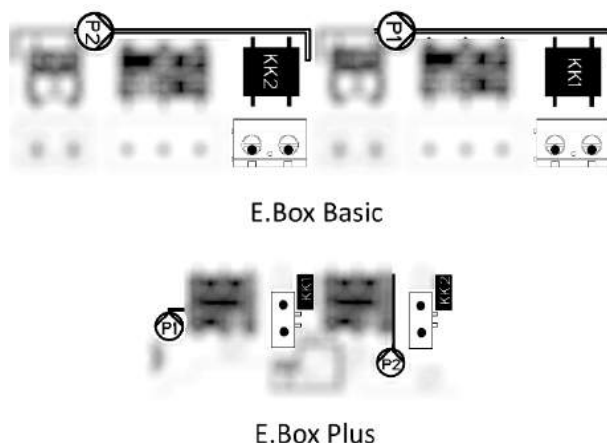

Figura 9: Intrări protecție termică KK
- **Protecție termică Motoare:** dispozitivul posedă o intrare pentru protecția termică a oricărui motor. Dacă motorul utilizat este prevăzut cu protecție termică, se poate conecta aceasta protecție la bornele KK reprezentate în Figura 9. Dacă protecția nu este prezentă în motor, bornele trebuie să fie legate cu punți.